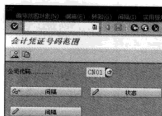

图 5-32 设置“会计凭证号码范围”
STEP 3 在设置凭证类型属性时, 可以设置凭证数字范围信息。单击“数字范围信息”按钮, 弹出“会计凭证号码范围”修改界面, 如图 5-32 所示。